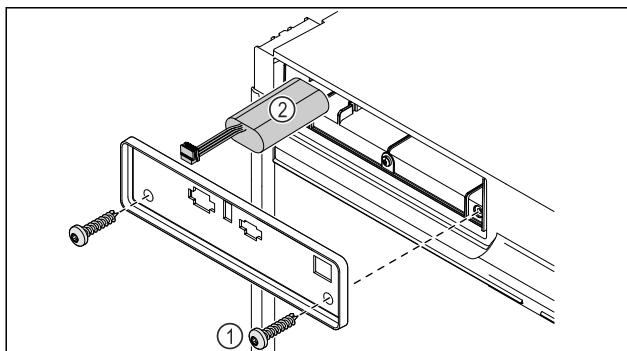

Fig. 197
- Desenroscar los tornillos y retirar la cubierta de la parte posterior del aparato Fig. 197 (1).
► Desconectar la batería y extraerla Fig. 197 (2).